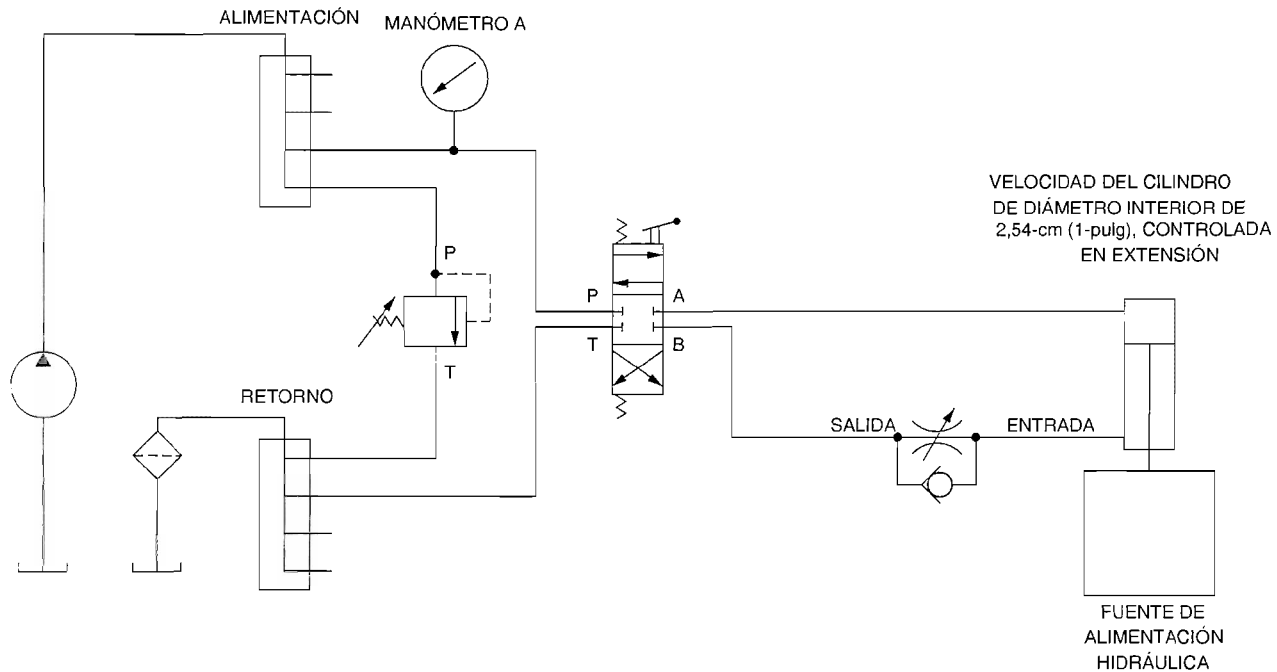

Figura 2-34. Circuito de regulación de salida con carga excesiva.
- 53. Conecte el circuito utilizado para elevar la fuente de alimentación hidráulica mostrado en la Figura 2-34. La válvula de control de flujo no compensada restringirá el flujo que sale del cilindro.